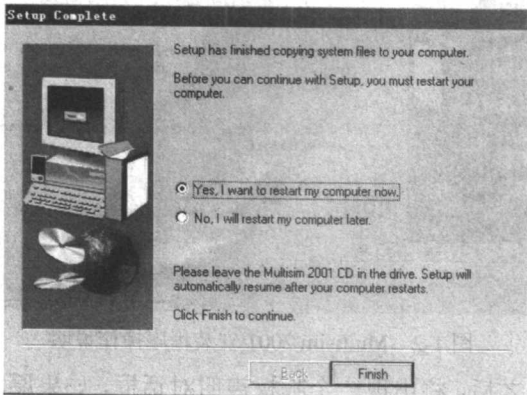

图 1-5 系统文件更新的对话框
(5) 当系统文件更新完成后，出现图 1-5 所示的对话框。该对话框提示需重新开机后才能进行下一阶段的安装，选择 “Yes, I want to restart my computer now” 选项，再点击 Finish 按钮即可重新启动计算机。